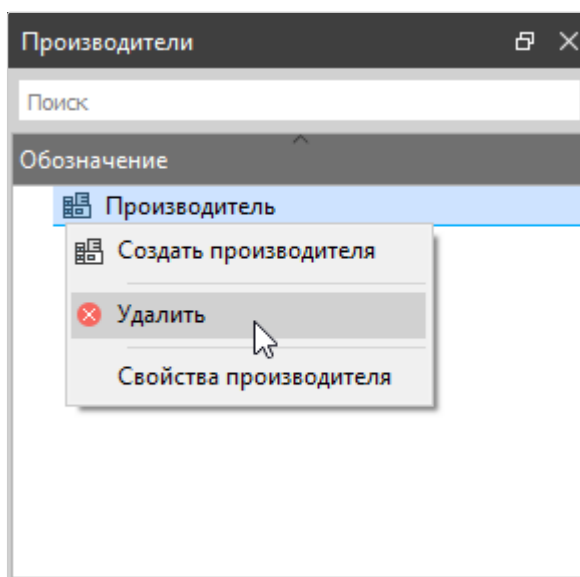

Рисунок 122. Удаление производителя
- 1) В окне «Производители» (см. Окно «Производители») щелкнуть правой кнопкой мыши по строке с наименованием нужного производителю (или по нескольким предварительно выбранным строкам) и в открывшемся контекстном меню выбрать пункт «Удалить» (см. рисунок 122).